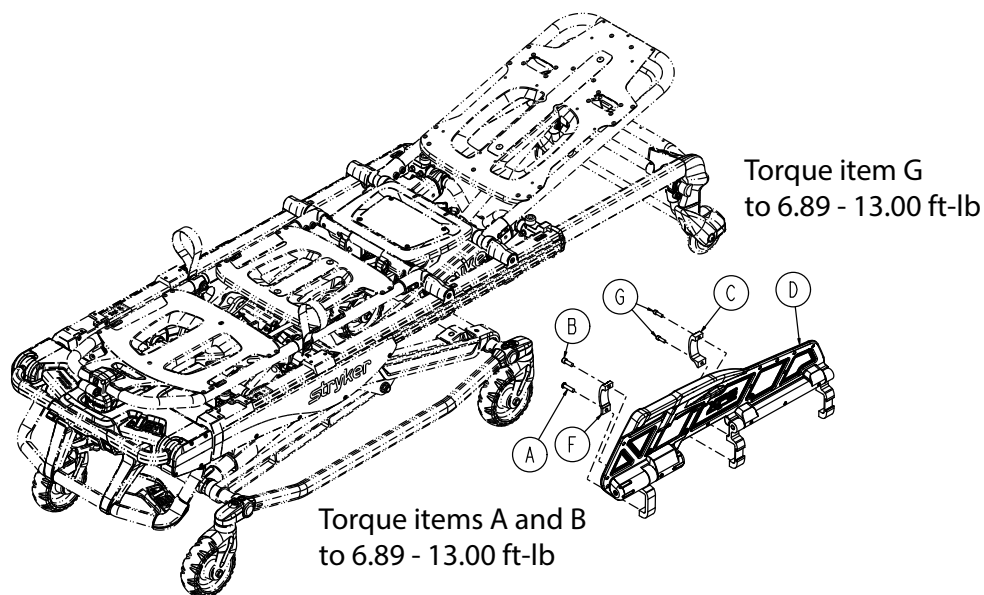

Figure 48 – Remplacer la barrière XPS
6. À l'aide d'une clé à 6 pans de 3/16 po, retirer la douille de la vis d'assemblage à tête ronde (A), la vis d'assemblage à six pans creux (B) et le support interne XPS (F) qui fixent l'ensemble de clé à cliquet au côté pieds de l'ensemble principal (Figure 48). Conserver les vis et le support.
7. À l'aide d'une clé à 6 pans de 3/16 po, retirer les deux vis d'assemblage à six pans creux (G) qui fixent la pince de la barrière (C) à l'ensemble de rail externe (Figure 48). Conserver les vis et la pince.
8. Retirer et éliminer l'ensemble XPS (D) (Figure 48).